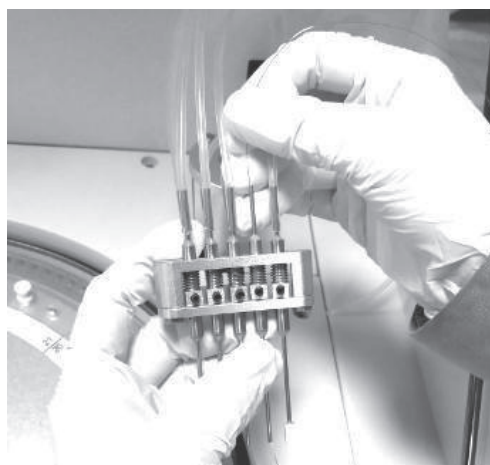

Figura 13-32 Agulha
3. Como mostrado na Figura 13-32, retire o tubo de água de limpeza conectado à agulha bloqueada, segure a parte inferior da agulha com uma mão e insira o pino de limpeza (0,5 mm) da extremidade superior da agulha com a outra mão para limpar.